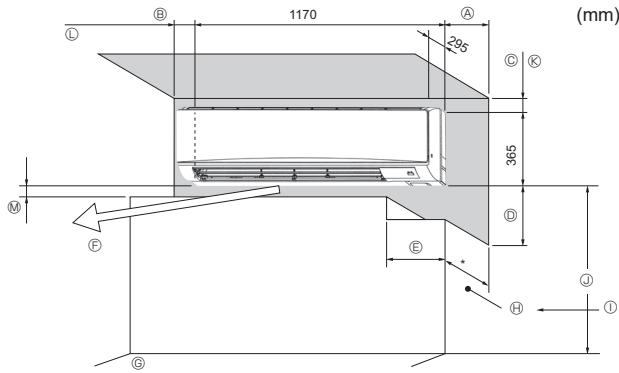

Fig. 2-1
2.1. Utvendige dimensjoner (innendørsenhets) (Fig. 2-1)